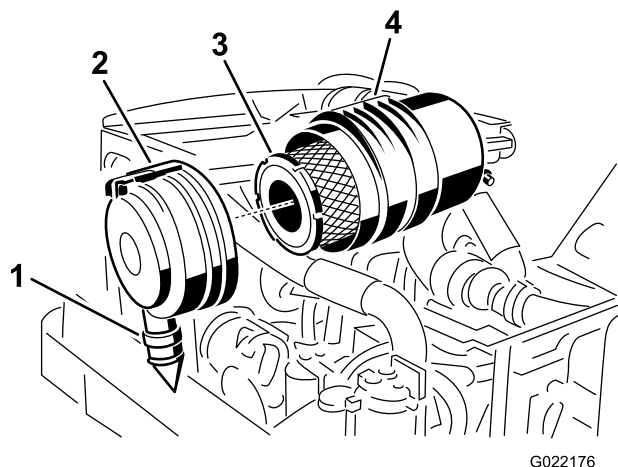

Figura 119
4. Retire el filtro primario (Figura 119).